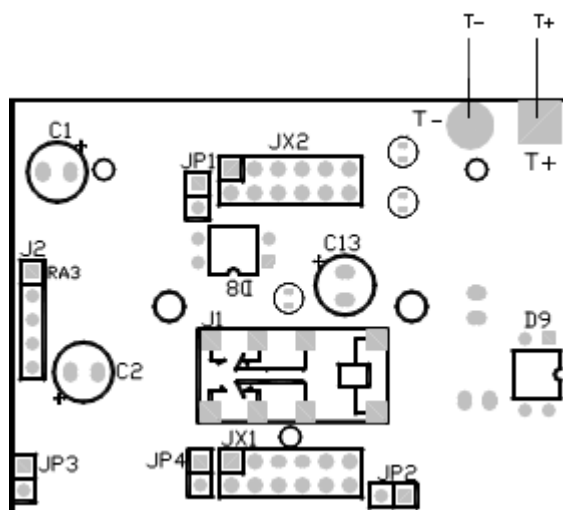

Рис. 2.2.1 Внешний вид платы устройства.
2. Установить переключки JP1, JP2, JP3, JP4. (см. Рис. 2.2.1).
3. Подключиться, соблюдая полярность, к контактным площадкам T+, T- с помощью программатора Z-511. (см. Рис. 2.2.1).
5. Снять переключки JP1, JP2, JP3, JP4. (см. Рис. 2.2.1)